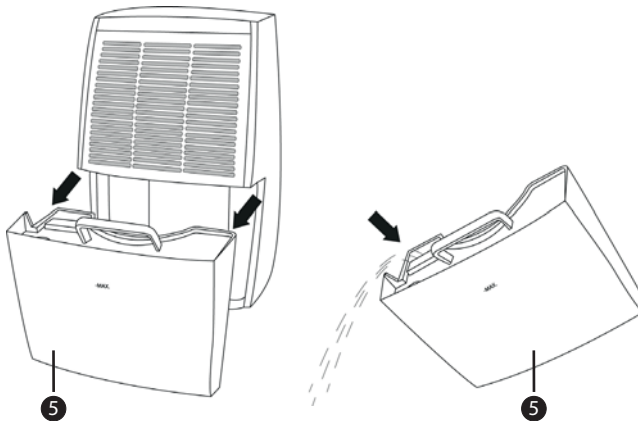

Abb. 1
- Der Wassertank ⑤ hat ein Fassungsvermögen von 7 Litern.
- Der Wasserstand kann vorne am Wassertank ⑤ überprüft werden.
- Das Gerät kann nur mit eingesetztem Wassertank ⑤ betrieben werden.
- Ist der Wassertank ⑤ voll, beginnt die LED WASSERTANK VOLL ⑪ zu blinken. Das Gerät schaltet sich nach einigen Sekunden aus. Für ca. 20 Sekunden ertönt ein Alarmton. Die LED WASSERTANK VOLL ⑪ blinkt, bis der Wassertank ⑤ geleert ist.
- ◆ Um den Wassertank ⑤ zu entleeren, ziehen Sie ihn links und rechts etwas heraus und tragen ihn dann am Griff (siehe Abbildung 1).